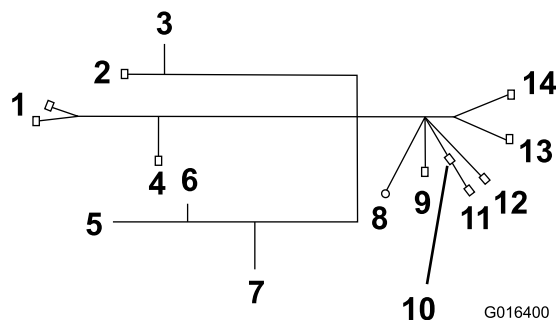

Bild 14
1. Schrauben Sie den Kabelbaumzweig mit den folgenden Anschlüssen in die Seitenabdeckung, wo der Hauptkabelbaum durch das Armaturenbrett verläuft (siehe (Bild 14)):
1. Verlegen Sie den Zweig des Kabelbaums mit den Anschlüssen zur linken Rückleuchte, der Nummernschildlampe und der rechten Rückleuchte (Bild 14).
- Verlegen Sie den Zweig des Kabelbaums mit den Anschlüssen zur linken Lampe und Blinker und der Hupe (Bild 14).